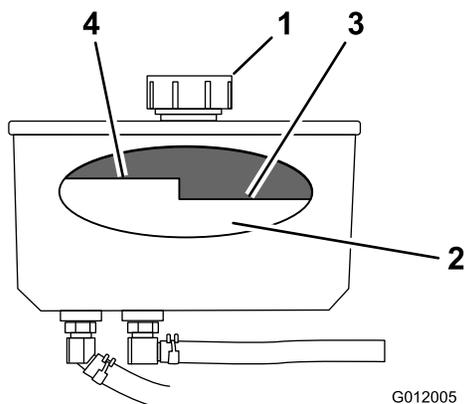

図 73
4. 油圧オイル・タンクの注油口と首の周辺をきれいに拭く (図 73)。
5. 給油口からキャップを取る。タンクの中をのぞいてオイルの量を確認する (図 73)。
**注** オイルが暖かいときには、バップルの一番上のレベルまでオイルがあることが必要です (図 73)。